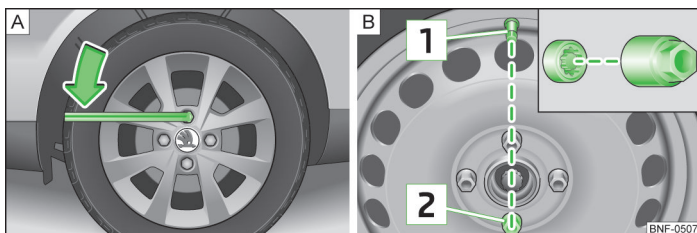

Fig. 116 Înlocuirea roții: Slăbirea șuruburilor de roți / locul de amplasare al șurubului de roată antifurt
- Prindeți capătul cheii și rotiți șurubul cu aprox. o rotație, înspre stânga » fig. 116 - [A].
În cazul unei roți cu capac integral de roată, **șurubul de roți antifurt** trebuie să fie înșurubat în poziția [2] » fig. 116, opusă ventilului [1]. Altfel, capacul integral de roată nu poate fi montat.